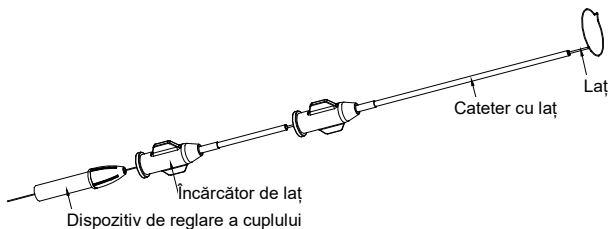
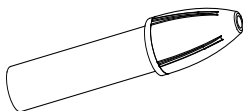

Figura 1 SeSure™ Sistem cateter cu laț
Figura 5 Dispozitiv de reglare a cuplului
Sistemul cateter cu laț SeSure™, incluzând Sistemul Snare General, Sistemul Petite Snare și Sistemul Micro Snare în conformitate cu diferitele dimensiuni ale buclei și cu lungimea lațului, constă într-un cateter cu laț, un încărcător de laț și un dispozitiv de reglare a cuplului. Lațul este realizat dintr-un ax de nitinol și o buclă și sunt fixate împreună pe secțiunea conică a axului de nitinol prin forța de compresie a tubului PTFE contractabil la căldură. Bucla este realizată din fire nitinol împletite, spiralate cu un fir de wolfram învelit cu nitrură de titan pentru a spori radio-opacitatea. Planul buclei este perpendicular pe axul de nitinol. Bucla preformată a lațului poate fi introdusă prin cateter fără riscul de deformare datorită memoriei formei și proprietăților super-elastice ale nitinolului. Cateterul cu laț este realizat din tub de polietilenă (PE). Conectorul tip Luer Lock are o bandă de marcare radio-opacă la vârful său distal pentru a îmbunătăți vizibilitatea în timpul funcționării. Lațul este pre-asamblată cu încărcătorul de laț și dispozitivul de reglare a cuplului, iar apoi ambalată cu cateterul corespunzător. (Consultați Figura 1 până la Figura 5)